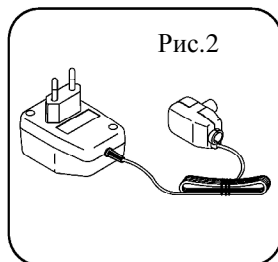

Рис.2
- 1.2. Антенна представляет собой комбинированную конструкцию, состоящую из двух антенн: антенны дециметрового диапазона (1) и антенны метрового диапазона (2), исполненной в виде двух вибраторов закрепленных на монтажной коробке(7). Дециметровая антенна состоит из стойки, на которой размещены: директоры (3), петлевой вибратор (4), два полотна рефлекторов (5). Для установки на мачту антенна имеет узел крепления (6). Источник питания с сепаратором (см. рис.2) укомплектованы все модели активных антенн. Изготовитель оставляет за собой право вносить конструктивные изменения в антенну, не ухудшающие качество приема.